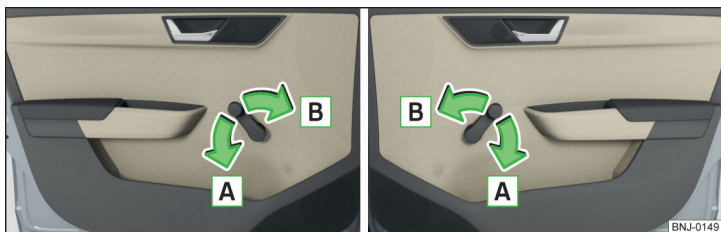

Fig. 51 Operarea geamului: stânga/dreapta
- Pentru **deschidere**, rotiți macaraua în sensul săgeții **A** » fig. 51.